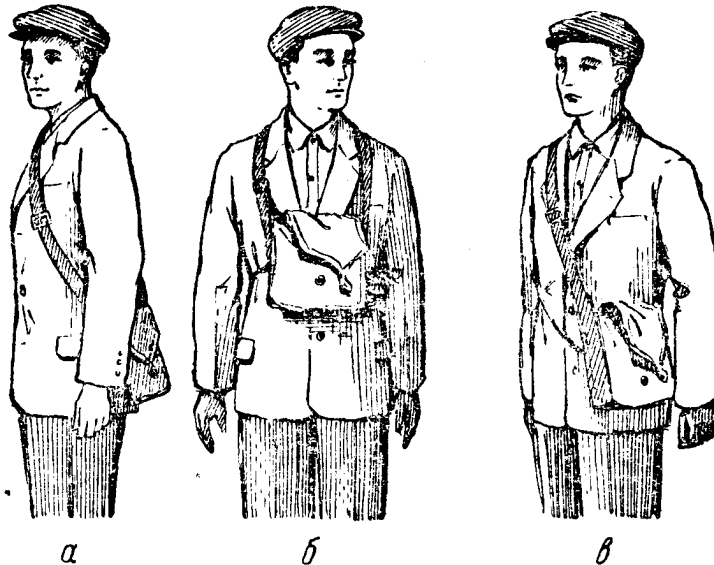

Рис. 18. Правила ношения противогаза:
В «походном» положении (рис. 18, а) противогаз носят в тот период, когда отсутствует непосредственная угроза химического или атомного нападения. В этом положении сумка с противогазом надета через правое плечо и находится на левом боку, причем клапан сумки обращен от себя. Длину плечевой тесьмы при помощи передвижной пряжки подгоняют так, чтобы верхний край сумки был примерно на высоте талии (пояса). Сумка должна быть сдвинута немного назад, чтобы при ходьбе
**В положении «наготове»** (рис. 18, б, в) противогаз носят при непосредственной опасности химического или атомного нападения. Из «походного» положения в положение «наготове» противогаз переводят по сигналу «Воздушная тревога», по команде «Противогазы готовь». Если противогаз имеет укороченную соединительную трубку, то плечевую тесьму освобождают из-под левой руки так, чтобы противогазовая сумка оказалась на груди в положении, позволяющем надеть маску. Затем открывают клапан сумки, вынимают поясную тесьму, обводят ее вокруг талии и завязывают за переднее полукольцо, закрепляя противогаз так, чтобы он не сдвигался в стороны. Если противогаз имеет удлиненную трубку, то его сдвигают немного вперед, а затем закрепляют на туповище с помощью поясной тесьмы.